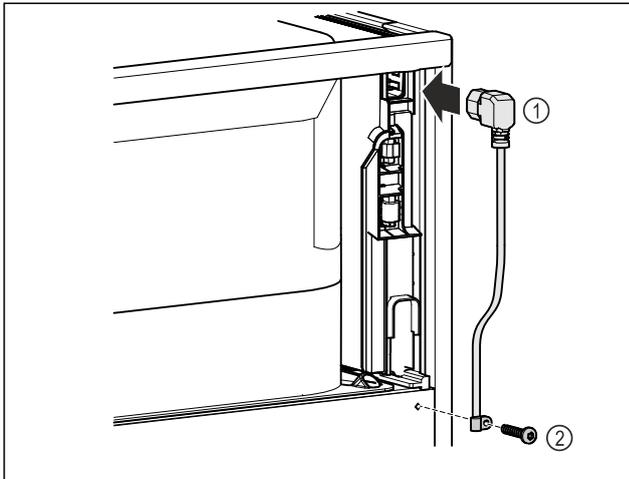

Fig. 11
- ▶ Συνδέστε την υποδοχή τροφοδοσίας του καλωδίου τροφοδοσίας Fig. 11 (1) στην πίσω πλευρά της συσκευής.
- ▶ Τοποθετήστε το ανακουφιστικό καταπόνησης Fig. 11 (2)